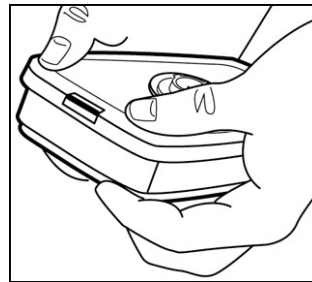

图 5
2. 用同样的手法将滤毒盒的宽端和承接座按压到一起，使后面的扣咬合（参见图 5）。当搭扣咬合时，可以听到“咔哒”声。